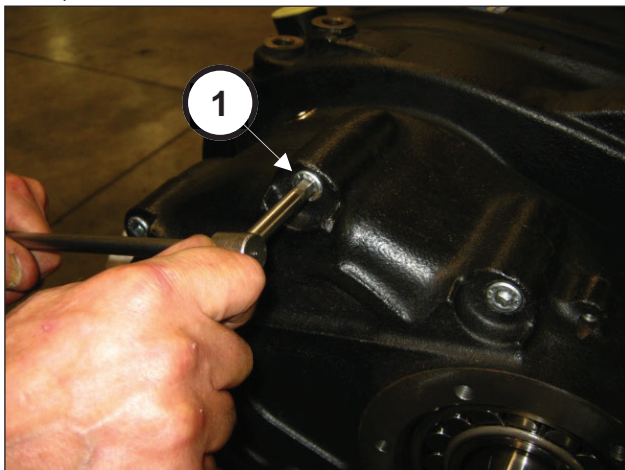

Рис. 5
Открутите винты крепления крышки редуктора (поз. ①, Рис. 5).